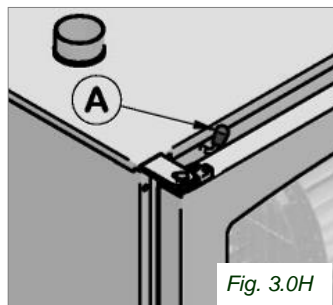

Fig. 3.0H
**3.0H Soupape enceinte**: elle sert à régler l'humidité à l'intérieur de l'enceinte de cuisson. On active cette valve manuellement avec le bouton (A) située au dessus de la porte (Fig. 3.0H).